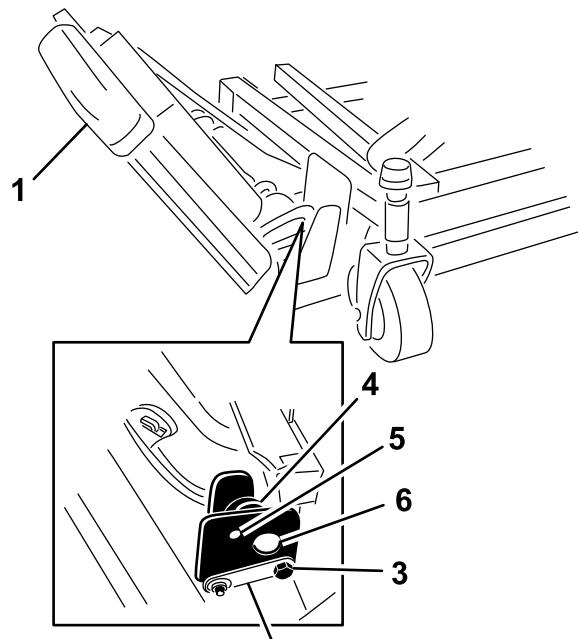

Figura 3
1. Retire las tuercas que sujetan los pernos de tope delantero y trasero a los soportes de montaje de la plataforma del ala derecha (Figura 3).
2. Sujetando el ala derecha, retire los pernos de tope delantero y trasero de los soportes de montaje de la plataforma (Figura 3). Deje los excéntricos entre los soportes de montaje.